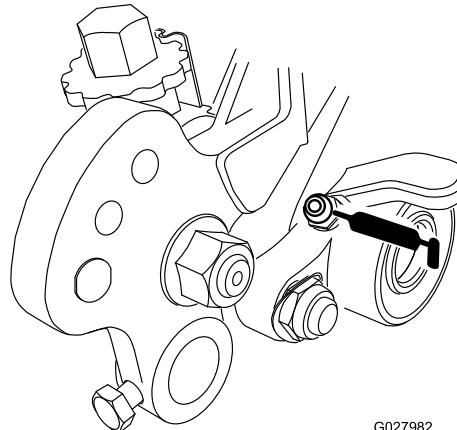
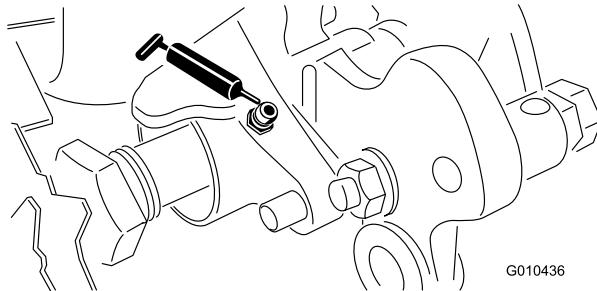

Figura 17
Figura 18
33. Lubrificate settimanalmente i cuscinetti del groomer (Figura 17 e Figura 18) o dopo ogni 10 ore di lavoro, prima di lunghi periodi di inutilizzo e immediatamente dopo ogni lavaggio. Pompatte il grasso nei raccordi